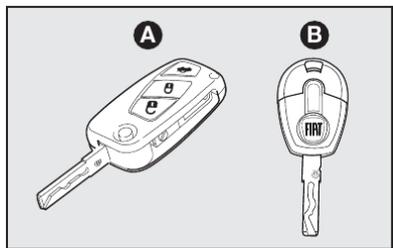

fig. 1
CHAVES - fig. 1
- chave principal tipo canivete **A-fig. 1**.
- chave reserva **B-fig. 1**.
Para algumas versões a chave reserva também é do tipo canivete **A-fig. 1**.
- abertura/fechamento das portas por meio do controle remoto. (chave **A-fig. 1**).
Para a chave **B-fig. 1** está prevista a predisposição para instalação de controle remoto.